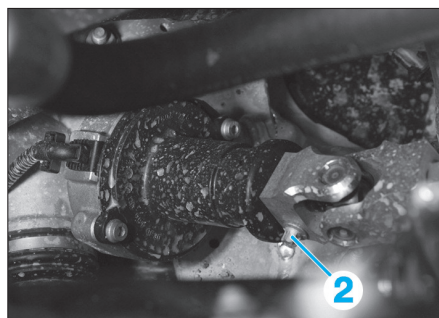

Fig. 16
- Désaccoupler l'arbre inférieur de direction au niveau du boîtier de direction. Pour cela, déposer la vis (2) (Fig.16).